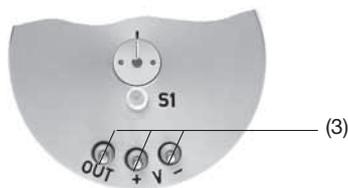

Fig. 4
Pour le raccordement des lignes électriques, le convertisseur est muni sur sa face arrière de 3 cosses à souder (3), voir fig. 4. Le degré de protection de ces cosses correspond à IP 00 selon EN 60 529.